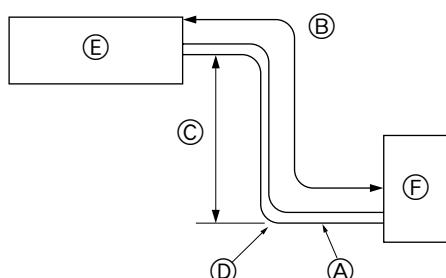

Fig. 2-1
① Flanschverbindung x1
② Packung x1
2.1. Rohrleitung für Kältemittel (Fig. 2-1)